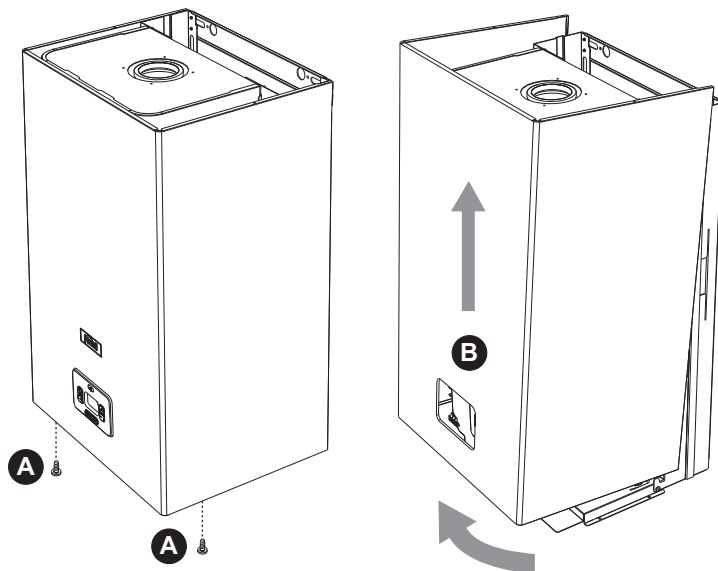

fig. 28- Apertura del panel frontal
1. Desenrosque los tornillos **A** (fig. 28).